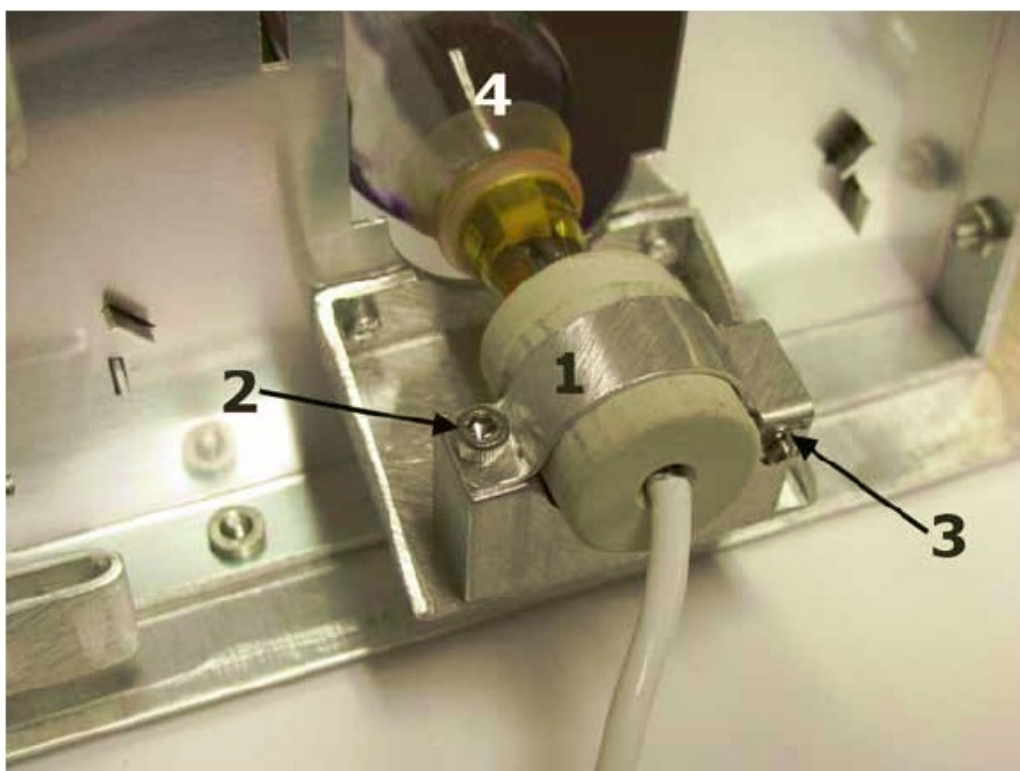

Рисунок 1 – 51: Фиксатор УФ - колбы
10. Удалите винты на фиксаторах лампы с её обоих концов, поднимите и отведите фиксаторы с лампы. Не демонтируйте полностью штифт и фиксатор лампы с места его вращения, Рисунок 1 – 51 пункт 3.